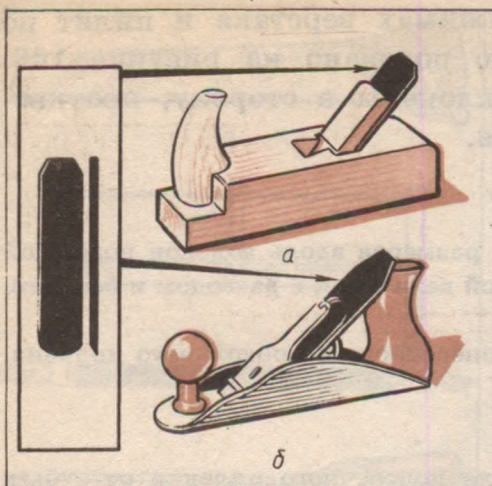

Рис. 149. Шерхебель: а — с деревянной колодкой; б — с металлической колодкой.
**Шерхебель** имеет узкую колодку и нож с закругленным лезвием (рис. 149). Этот инструмент применяют, когда нужно снять толстый слой древесины (5—10 мм и более). После строгания шерхебелем на заготовке могут оставаться неболь-